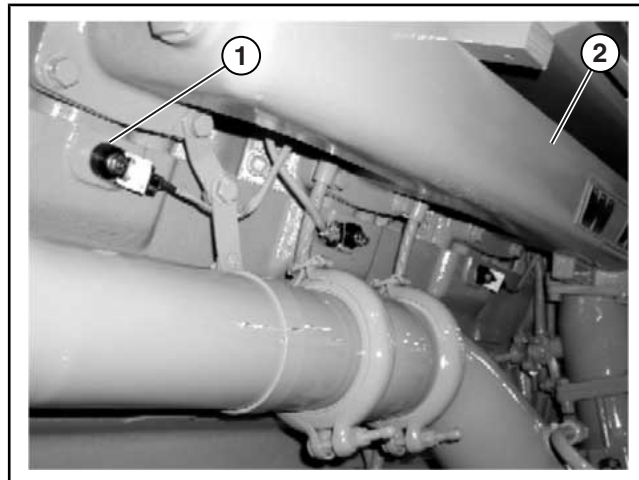

Рисунок 2.60-6: Датчик детонации
1. Тщательно очистите монтажное отверстие и область вокруг него. Датчики детонации устанавливаются сразу под входными отверстиями на сторонах картера двигателя, см. (См. Рисунок 2.60-6).
- Вставьте датчик детонации в резьбовое монтажное отверстие (см. Рисунок 2.60-6).